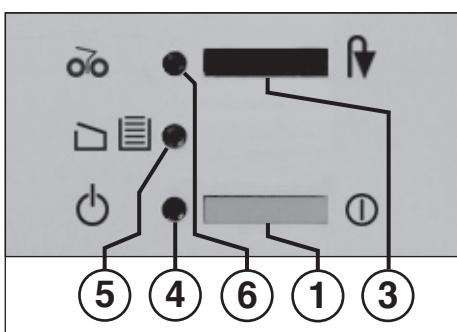

Fig. 1
#### 1 = Interruotor (Fig. 1)
#### 3 = Botão (Fig. 1)
#### 4 = Luz de controlo (Fig. 1)
Acende quando o interruptor „Pronto a funcionar“ (Fig. 1) estiver ligado.
#### 5 = Luz de controlo (Fig. 1)
#### 6 = Luz de controlo (Fig. 1)
- Ligar a máquina no interruptor (1) (Fig. 1). A luz de controlo (4) (Fig. 1) acende.
A máquina desliga-se quando o recipiente de recolha está cheio. A luz de controle „Recipiente cheio“ / „Porta aberta“ (5) (Fig. 1) pisca. A paragem do mecanismo de corte é indicada simultaneamente pela luz de controle „Bloqueio de papel“ / „Stop“ (6) acesa.
- Inserir o quadro corredizo com o saco de recolha, e fechar a porta. A indicação de controlo (5) (Fig. 1) apaga-se.
- Tocar brevemente no botão „Inversão“ / „Stop“ (3). O mecanismo de corte corta o material que ficou no compartimento de admissão e desliga-se em seguida. A luz de controle (6) apaga-se. O corte já pode prosseguir.
- A indicação de controlo (6) (Fig. 1) está acesa.